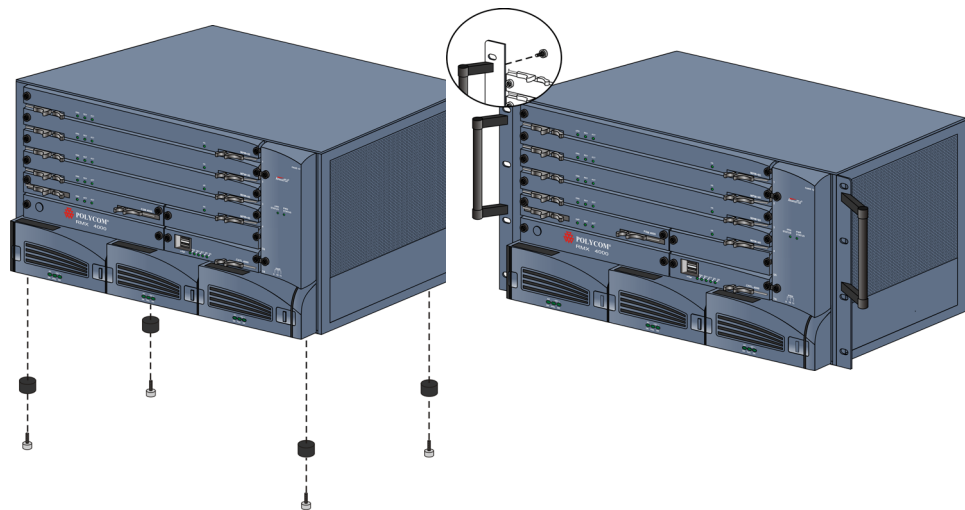

Figura 1-1 Opcional: remoción rápida del pie y las manijas
- Opcional: dependiendo del bastidor que tenga el usuario, tal vez sea necesario quitar las manijas si están unidas a la RMX 4000. Desatornille las manijas del chasis como se muestra en la Figura 1-1, "Opcional: remoción rápida del pie y las manijas".
- Opcional: si el espacio del bastidor para la RMX 4000 es exactamente de 6U, será necesario quitarle las patas antes de instalarla. Desatornille las patas del chasis como se muestra en la Figura 1-1, "Opcional: remoción rápida del pie y las manijas".